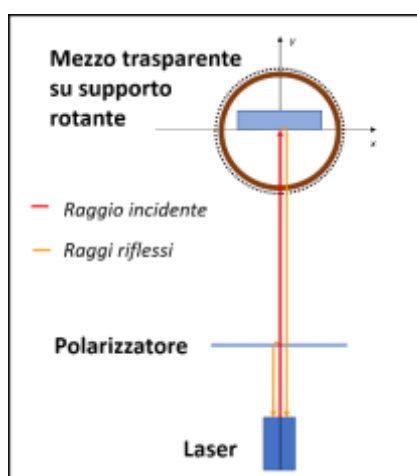

Fig.1
- Allestimento del setup sperimentale. Per questa esperienza si consiglia di lavorare su un piano di lavoro orizzontale. La disposizione geometrica del materiale è rappresentata in Fig.1. Il supporto sul quale è posto il mezzo trasparente deve essere in grado di ruotare in modo controllato: si suggerisce di fissare alla base fissa del supporto un nastro di carta circolare graduato e sulla parte rotante del supporto una tacca di riferimento che ruoti vicino al nastro e permetta di misurare lo spostamento angolare.